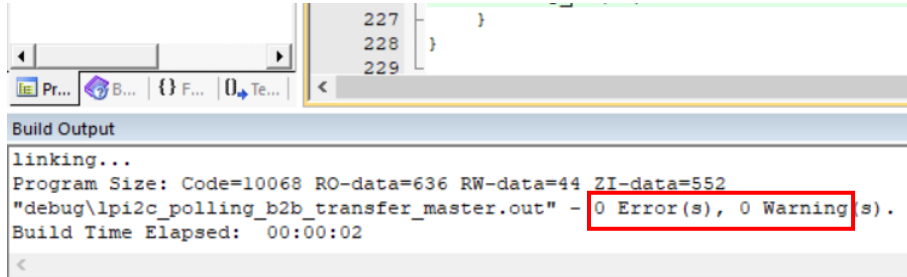

图 3.3.5 程序编译结果
- (2) 编译完成后，界面下方的输出窗口 Build Output 中显示“0 Error”则表示编译成功，如图 3.3.5 所示，否则将会出现 Target not created，表示编译未成功。